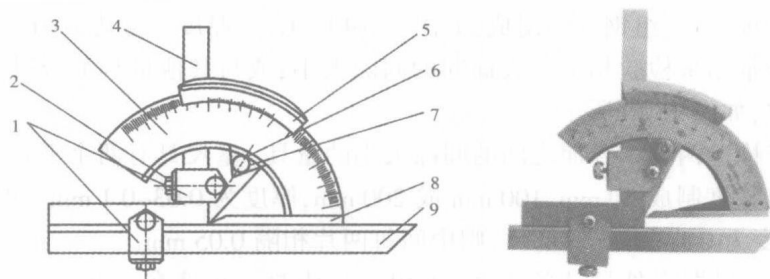

图 1-17 万能角度尺
万能角度尺如图 1-17 所示。主尺上刻有 90 个分度和 30 个辅助分度,相邻两刻线之间的夹角是 1° ,主尺右端为基尺,主尺的背面沿圆周方向装有齿条,小齿轮与主尺背面的齿条啮合。这样可使主尺在扇形板的圆弧面和制动器的圆弧面间微动,也可不用微动装置,主尺也能沿扇形板圆弧面和制动器圆弧面间移动。扇形板上装有游标,用卡规可把直尺或直角尺固定在扇形板上,也可以把直尺固定在直角尺上,用来测量不同的角度。它可以测量 $0^\circ\sim 320^\circ$ 范围内的任何角度。
(1) 万能角度尺的使用方法
- ① 万能角度尺能测量 $0^{\circ}\sim 320^{\circ}$ 的角度,如图 1-17 所示。